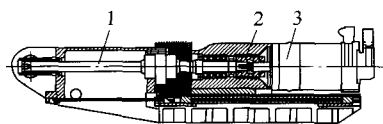
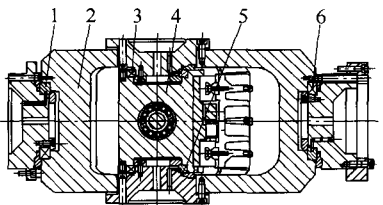

图1 支脚进给传动
图2 关节点结构
(1) 使用传统传动结构实现并联机床传动 并联机床的三个支脚的直线传动方式与通用机床的传动完全一样, 即伺服电动机通过弹性联轴器直接带动丝杆进给, 其导轨为普通滚柱直线导轨, 图1所示为支脚进给传动示意图。三支脚并联机床的所有关节的回转运动均采用轴承, 没有球铰链, 故关节结构简单, 制造容易, 精度保持性好, 维修方便。图2所示为关节点结构示意图, 回转座2通过轴承1、6绕水平轴旋转, 电动机座4通过轴承3、5绕竖直轴旋转, 这样电动机座4就形成了球铰链的万向旋转功能。